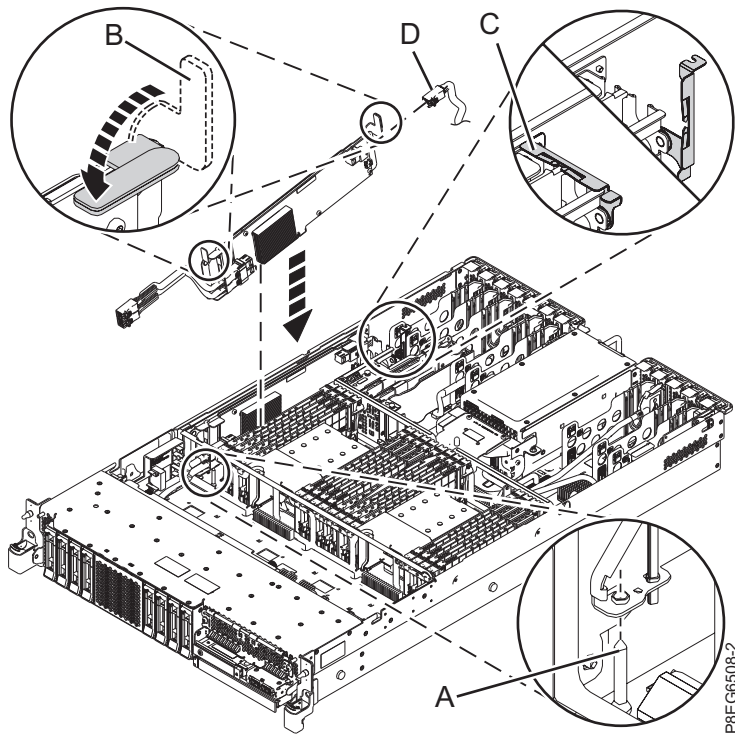

Abbildung 4. SAS-RAID-Adapter austauschen
2. Stecken Sie das SAS-Kabel in den vorderen Anschluss am internen SAS-RAID-Adapter. Schieben Sie den Stecker ein, bis die Steckersperre einrastet. Das Ende des Kabels, welches eine Herstellungskennzeichnung aufweist, wird in die Rückwandplatine des Plattenlaufwerks gesteckt. Siehe Abb. 4 auf Seite 7.
4. Sofern das Kabel vorhanden ist, schließen Sie das hintere SAS-Kabel (D) wieder an den hinteren Anschluss des SAS-RAID-Adapters an.
5. Vervollständigen Sie die Installation des SAS-RAID-Adapters, indem Sie ihn nun vollständig einschieben. Überprüfen Sie, dass der Adapter auf dem Justierstift (A) sitzt. Drücken Sie die Mitte der oberen Kartenkante nach unten, um die Karte fest mit dem Anschluss der Systemrückwandplatine zu verbinden.
6. Drücken Sie die blauen Griffe **(B)** in die in Abb. 4 dargestellte Richtung.
7. Drücken Sie die Kabelhalterung **(C)** in die in Abb. 4 dargestellte Richtung.